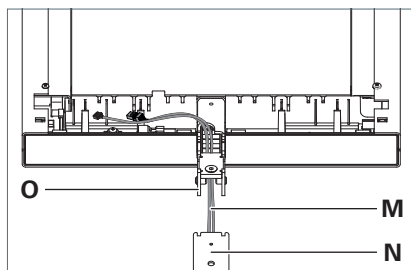

Fig. 6: Montaggio della testa dell'apparecchio d'illuminazione sul tubo di supporto.
- Fare passare i cavi **M** dal basso attraverso il braccio di supporto **O** sulla testa dell'apparecchio d'illuminazione e inserire il braccio di supporto completamente nel tubo di supporto **N**, vedi Fig. 6.